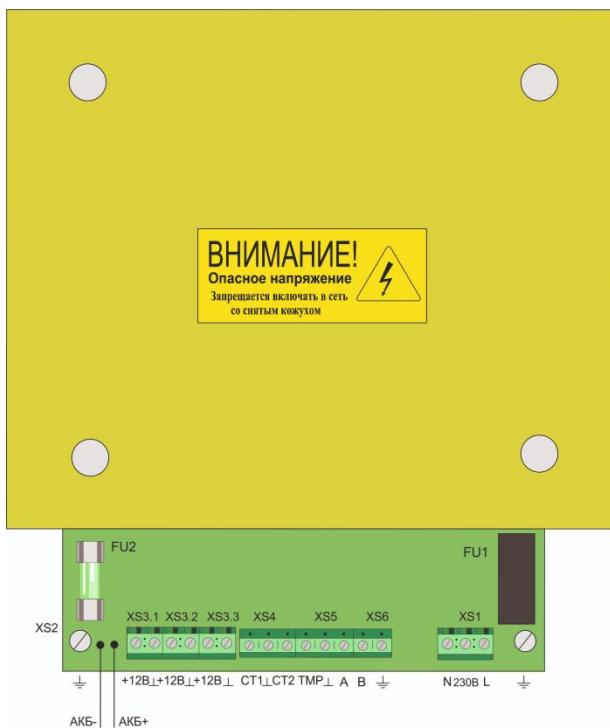

Рис.3
При подключении клемм СТ1 и СТ2 (см. таблицу 3 и рисунок 3) путем размыкания данных контактов относительно контакта «—» ББП формирует сигналы на внешние устройства об отсутствии электрической сети переменного тока 230 В и разряде АКБ,
6. При необходимости дистанционного контроля состояний отсутствия электрической сети переменного тока 230 В и разряда АКБ подключите клеммы СТ1 и СТ 2 (см. таблицу 3 и рисунок 3) к соответствующим устройствам.